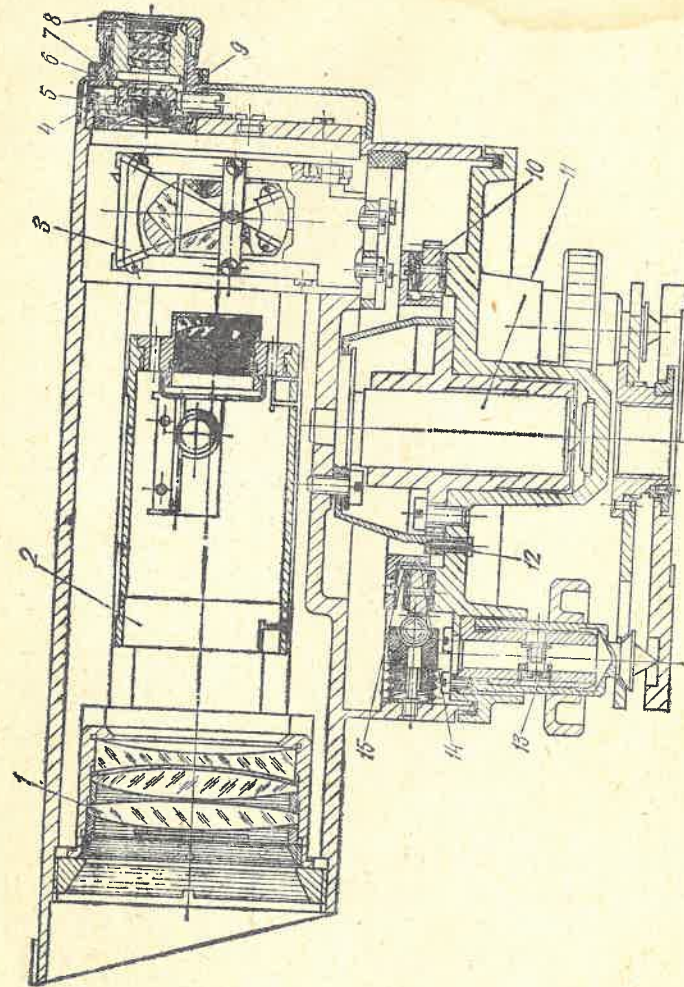
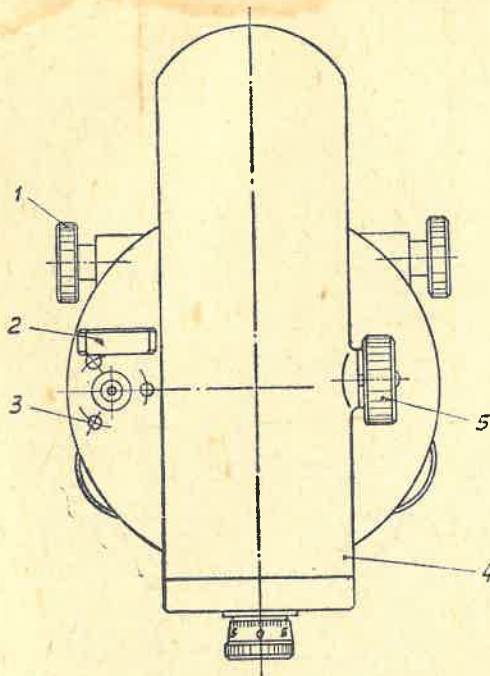

Рис. 1. Нивелир НСЗ:
Рис. 2. Нивелир НСЗ (вид сверху): 1 — наводящий винт; 2 — отражатель; 3 — исправительные винты; 4 — труба нивелира; 5 — барабанчик фокусировки.
3.1. Зрительная труба нивелира НСЗ (рис. 1) имеет трехлинзовый объектив 1, фокусирующую линзу 2, сетку нитей 7 и окуляр 8. Окуляр обеспечивает дополнительную наводку по глазу в пределах ±5 диоптрий. Перемещение фокусирующей линзы
(фокусировка) осуществляется вращением барабанчика 5 (рис. 2).
3.3. Установка нивелира в горизонтальное положение производится вращением подъемных винтов с укрупненным шагом резьбы 1,75 мм по круглому уровню с отражателем 2 (рис. 2) и исправительными винтами 3. Грубый уровень и крупный шаг резьбы подъемных винтов сокращают до минимума время на установку нивелира в горизонтальное положение, не влияя на точность нивелирования.
3.4. Труба нивелира 4 вращается относительно трегера на цилиндрической стальной оси II (рис. 1) с разгружающим подпятником.
3.5. Микронаводка нивелира на рейку осуществляется вращением маховика бесконечного наводящего винта 1 (рис. 2), входящего в зацепление с шестерней 10 (рис. 1).
4.4. Наводят зрительную трубу на рейку грубо от руки и точно — с помощью наводящего винта 1 (рис. 2).
Отчетливое изображение рейки достигается вращением барабанчика фокусирующей линзы 5 (рис. 2).
Установив уровень между двумя подъемными винтами вращением их в противоположные стороны, приводят пузырек уровня на середину. Затем третьим винтом приводят пузырек уровня в центр ампулы. Повернув уровень на 180°, замечают положение пузырька. Если пузырек уровня сместился с центра, то на половину отклонения перемещают пузырек исправительными винтами уровня 3 (рис. 2) и выводят его в центр подъемными винтами.
му концам горизонтальной нити сетки, перемещая трубу в пределах поля зрения наводящим винтом 1. Если отсчеты окажутся разными, то сетку следует исправить путем поворота детали 9 (рис. 1). Для этого надо отвинтить гайку 6, снять колпачок 5, ослабить крепящие деталь 9 винты и повернуть корпус окулярного колена.
Для исправления горизонта отвинтить гайку 6 (рис. 1), снять колпачок 5, навести нивелир на дальнюю рейку и исправительными винтами сетки 4 навести горизонтальную нить сетки на исправленный отсчет.
6.9. Чтобы отделить трубу нивелира с осью от основания, нужно отвинтить три винта 12 (рис. 1) и снять осторожно верхнюю часть, все время поворачивая трубу вокруг оси и поднимая ее.
6.11. Регулировка хода подъемных винтов достигается вращением гайки 13 (рис. 1). Смазка подъемных винтов производится раз в год смазкой ГОИ-54п ГОСТ 3276 — 63 или смазкой ОКБ122-7 МРТУ 38-1-230 — 66.